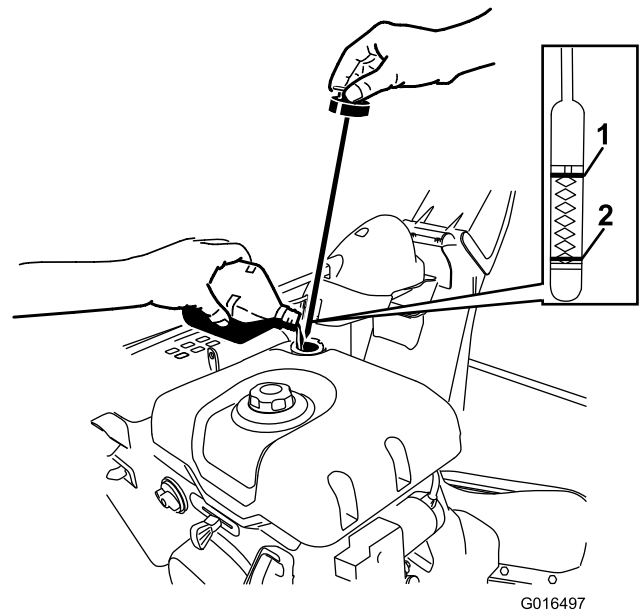

Figure 19
1. Retirez la jauge en dévissant le bouchon dans le sens antihoraire et versez de l'huile **lentement** dans le goulot de remplissage pour faire monter le niveau de liquide jusqu'au repère du plein (Full) sur la jauge. **Ne remplissez pas excessivement.** (**Figure 19**).